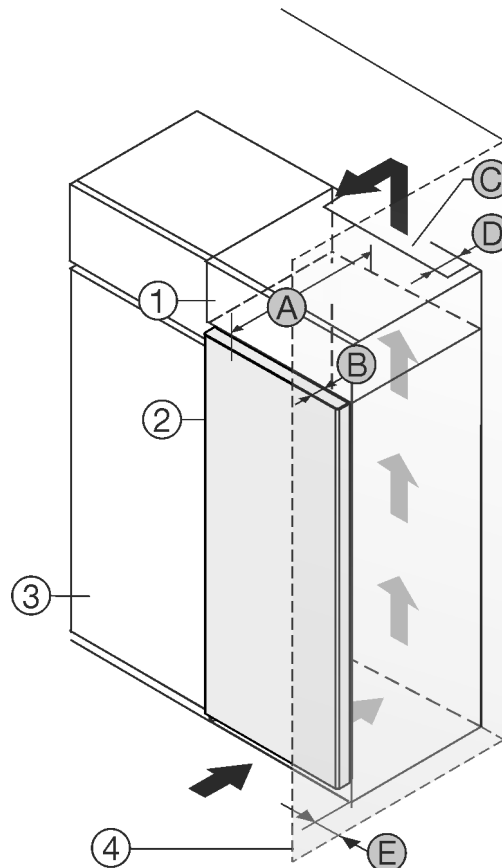

Fig. 1
- (1) Aufsatzschrank*
- (2) Gerät*
- (3) Küchenschrank*
- (4) Wand*
- (A) Gerätetiefe*
- (B) Türtiefe*
- (C) Belüftungsquerschnitt*
- (D) Abstand Geräterückseite*
- (E) Abstand zur Geräteseite*
Sie können das Gerät direkt neben dem Küchenschrank Fig. 1 (3) aufstellen.*
An der Rückseite des Aufsatzschrankes muss ein Abluftschacht mit der Tiefe Fig. 1 (D) über die gesamte Aufsatzschrankbreite vorhanden sein.*
Unter der Raumdecke muss der Entlüftungsquerschnitt Fig. 1 (C) eingehalten werden.*
Wenn Sie das Gerät mit den Scharnieren neben einer Wand Fig. 1 (4) aufstellen, dann muss der Abstand zwischen Gerät und Wand mindestens 13 mm betragen.*
Wenn Sie das Gerät mit den Scharnieren neben einer Wand Fig. 1 (4) aufstellen, dann muss der Abstand zwischen Gerät und Wand mindestens 20 mm betragen.*
Damit Sie die Tür vollständig öffnen können, muss das Gerät um die Türtiefe *Fig. 1 (B)* gegenüber der Küchenschrankfront vorstehen. Abhängig von der Tiefe der Küchenschränke *Fig. 1 (3)* und Verwendung von Wandabstandshaltern kann das Gerät weiter herausragen.*